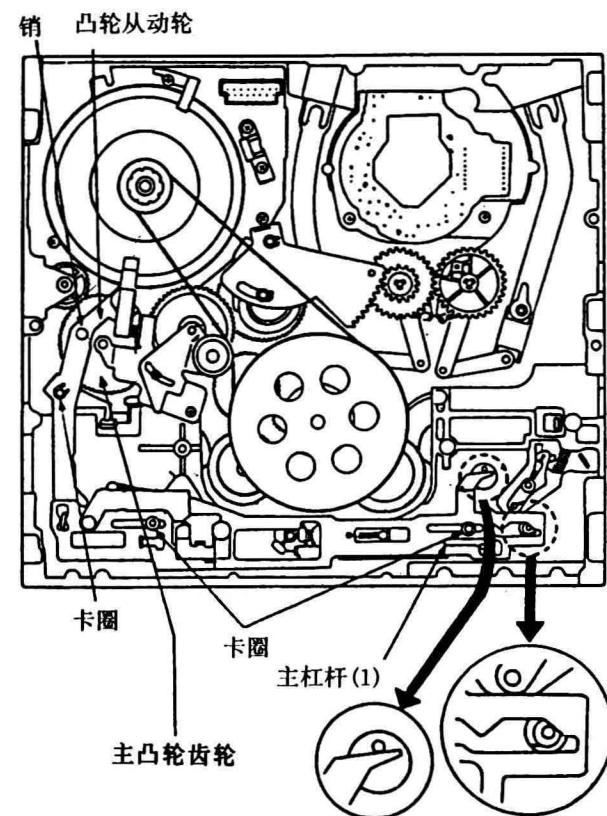

图71
②安装主杠杆(1)组件时, 亦须插入一弹性卡圈, 如图71所示。